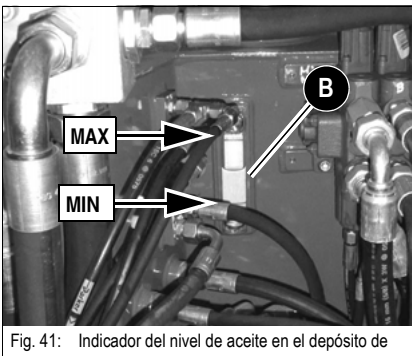

Fig. 41: Indicador del nivel de aceite en el depósito de
- ☞ *El nivel de aceite se tiene que encontrar aprox. 1 cm por encima del centro, entre las posiciones **MIN** y **MAX**, tal como se indica con las flechas en la Fig. 41.*